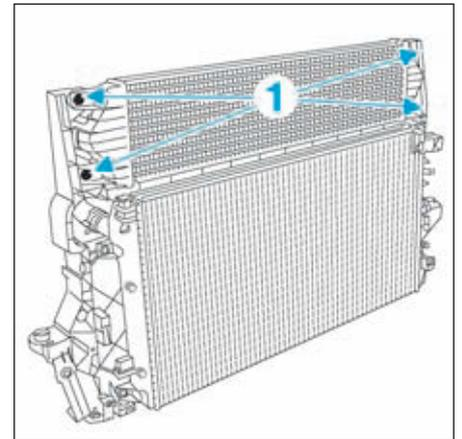

FIG.160
- Déposer les vis de fixation (1), puis déposer l'échangeur air-air (Fig.160).